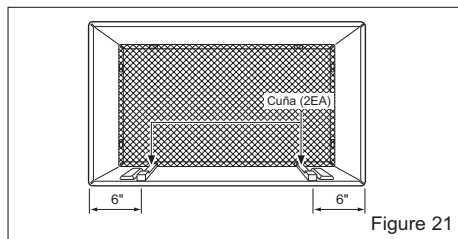

Figure 21
- 7 Para lograr una pendiente de posterior para el drenaje de la unidad, retire el envoltorio de las cuñas de 11-13/16" y acóplelas según se muestra a continuación en la Figure 21. Coloque el extremo más alto de la cuña en la parte frontal de la base del soporte de pared.